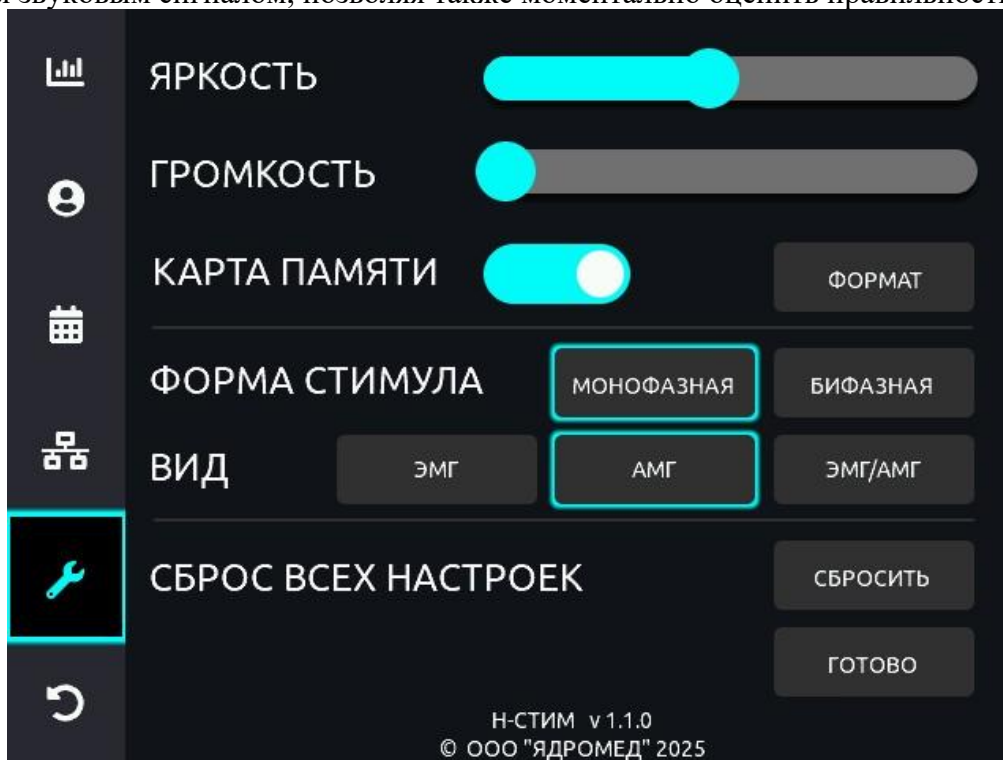

Рисунок 17 - Системные настройки
*Системные настройки* . Данный раздел позволяет изменять яркость и громкость с помощью слайдеров (рисунок 17). При управлении с помощью тачскрина изменение параметра производится путем перетаскивания кружочка слайдера. При навигации с помощью поворотного манипулятора нужно выбрать интересующий слайдер, нажать на поворотный манипулятор и, прокрутив его, установить требуемое положение слайдера, затем нажать поворотный манипулятор снова для завершения настройки. Изменение яркости отображается сразу, изменение громкости обозначается звуковым сигналом, позволяя также моментально оценить правильность настройки.